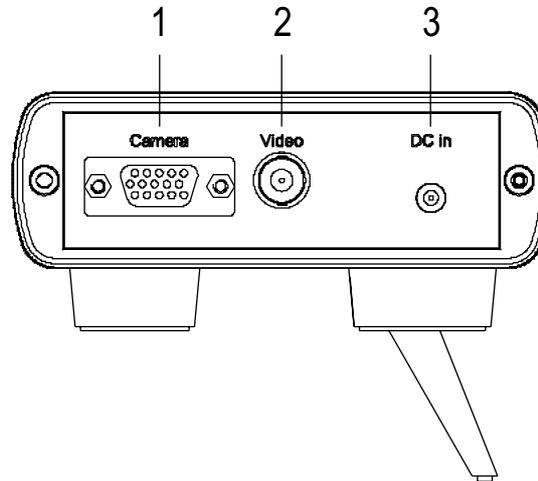

Abb. 2: Anschlussseite MXC 200
- Verbinden Sie das MXC 200 über die Kappa CSI Schnittstelle mit der Kamera (vgl. Abb. 2, Nr. 1).
- Verbinden Sie das BNC-Kabel für den Monitor mit der Videobuchse des MXC 200 (vgl. Abb. 2, Nr. 2).
- Schließen Sie das Steckernetzteil an die Buchse DC In an (vgl. Abb. 2, Nr. 3).